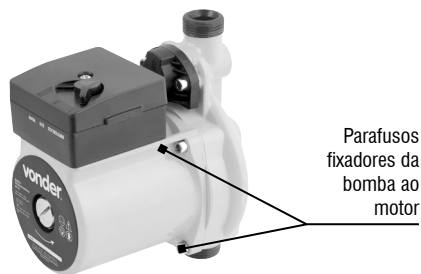

Fig. 9 – Retirando os parafusos que fixam a bomba
- Após o fechamento dos registros na entrada e na saída da bomba, retire os parafusos que fixam a bomba ao motor (fig. 9).